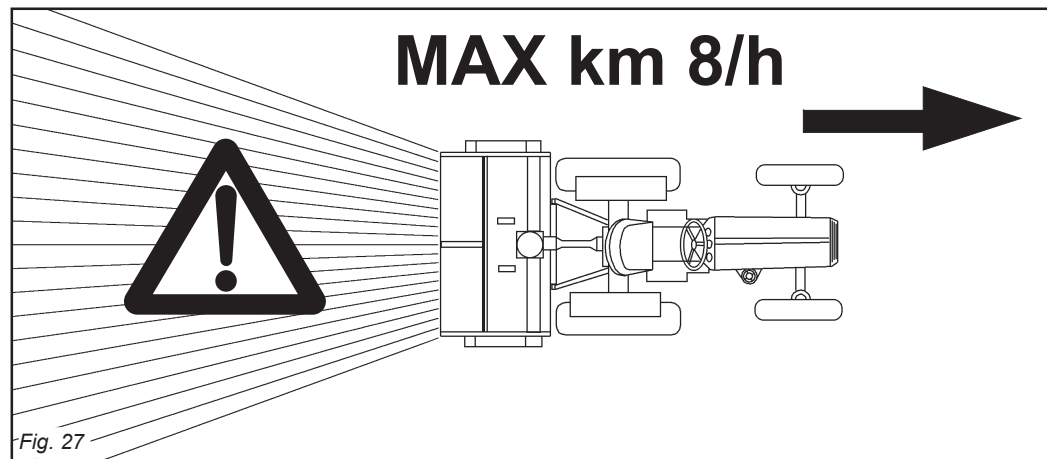

Fig. 27
La velocità del trattore con la macchina in lavoro non deve superare i 8 Km/ora al fine di evitare rotture o danneggiamenti (Fig. 27).
*In order to prevent breakages or damage, the speed of the tractor must never exceed 8 Km/hour when the implement is working (Fig. 27).*
La vitesse du tracteur pendant que l'outil travaille la terre ne doit pas dépasser 8 km/h pour éviter toute sorte de dégâts ou de ruptures (Fig. 27).
*Die Fahrgeschwindigkeit des Schleppers mit arbeitendem Maschine darf nicht über 8 km/h liegen, um Schäden und Bruch zu vermeiden (Abb. 27).*
Las velocidades del tractor con el equipo trabajando no deben superar los 8 km/hora para evitar roturas o daños (Fig. 27).